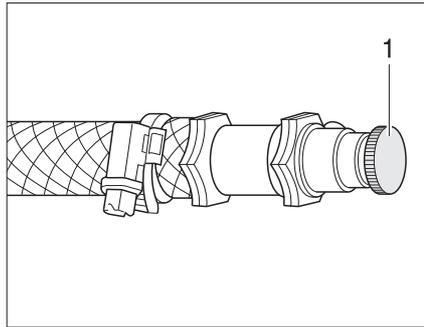

Bild 169 Entlüftungsventil Warmwasser-Heizung
- Das Entlüftungsventil (Bild 169,1) öffnen und geöffnet lassen, bis keine Luft mehr austritt.